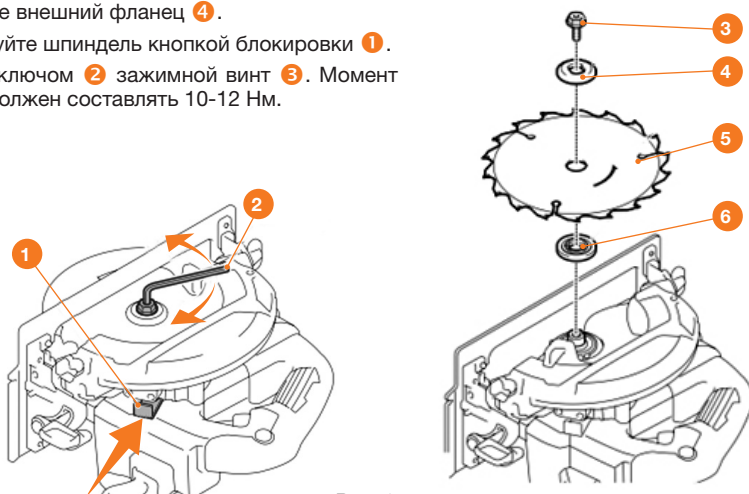

Рис. 2
- Заблокируйте шпindel кнопкой блокировки ❶ (Рис. 2).
- Ключом ❷ выкрутите зажимной винт ❸ и внешний фланец ❹, удерживающий диск ❺.
- Установите новый пильный диск ❺ на внутренний фланец ❻. Направление реза зубьев (направление стрелки на пильном диске) должно совпадать со стрелкой направления вращения на защитном кожухе.
- Установите внешний фланец ❹.
- Заблокируйте шпindel кнопкой блокировки ❶.
- Затяните ключом ❷ зажимной винт ❸. Момент затяжки должен составлять 10-12 Нм.